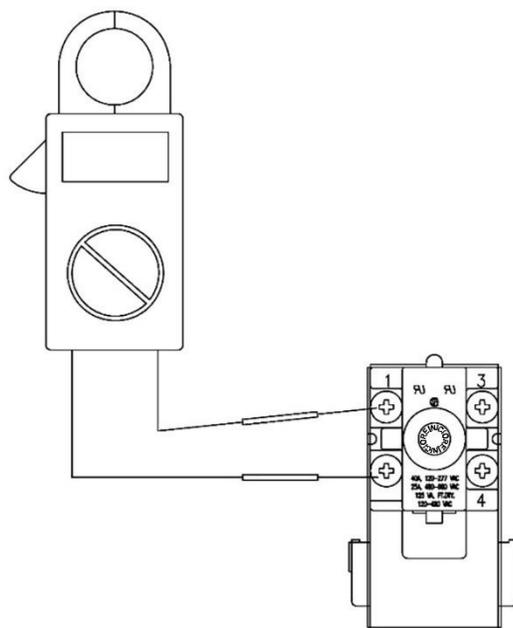

Ilustración 6
4. Verifique la continuidad en los terminales 1 y 2 (consulte la Ilustración 6).
5. Verifique que el calentador esté apagado y presione firmemente el botón de reinicio del interruptor de límite superior. Vuelva a verificar la continuidad a través de los terminales 1 y 2 (consulte la Ilustración 6).